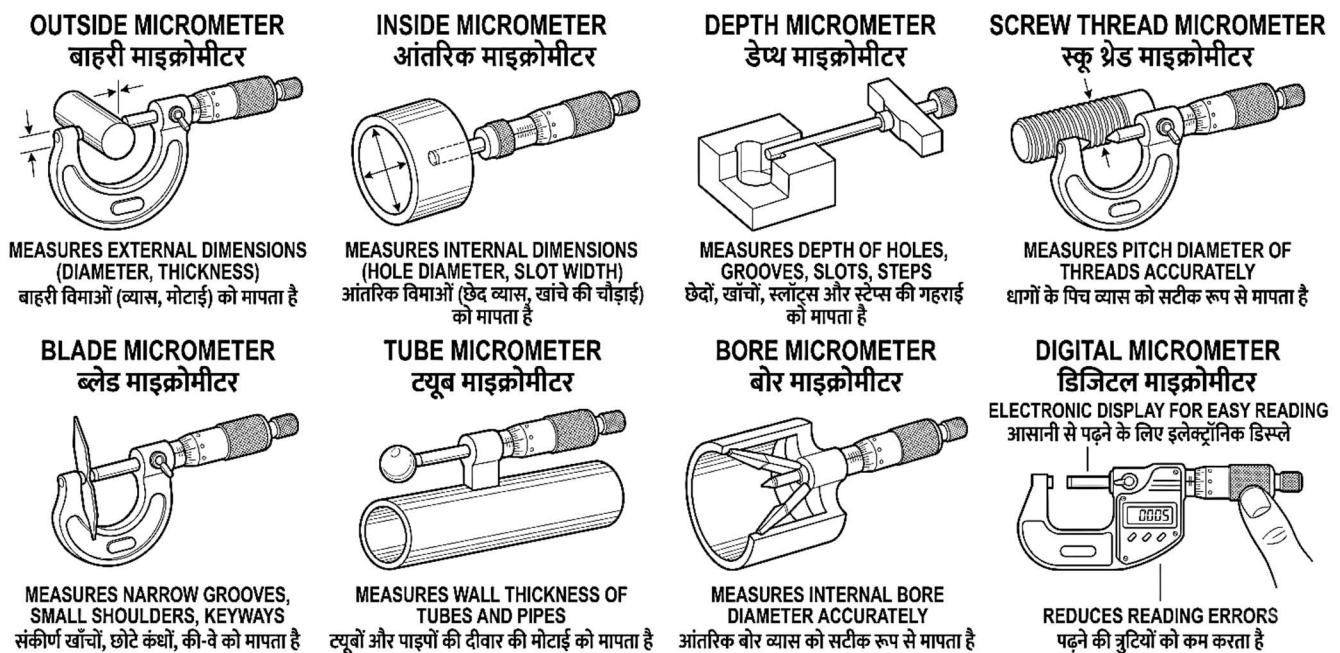

Fig. 2.3: Different Types of Micrometers and Their Uses | माइक्रोमीटर के विभिन्न प्रकार एवं उनके उपयोग
2.3.1 Introduction (Fig. 2.3)
2.3.1 परिचय (Fig. 2.3)